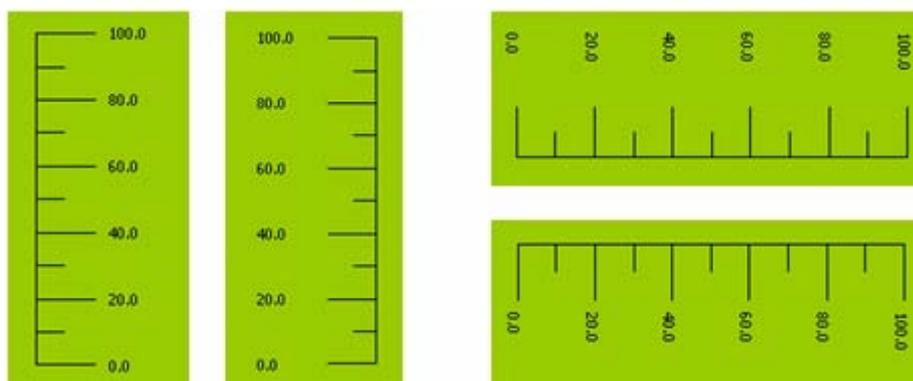

图 4-48 刻度效果图
- 当修改好刻度属性后单击确定按钮, 关闭对话框, 在画面编辑窗口内鼠标会变成鼠标移到所要显示刻度的位置, 点击鼠标左键, 牵动鼠标, 系统会自动画一刻度单元, 移动到合适的位置再单击鼠标左键, 即可完成刻度图形的绘制。如图 4-48 所示: